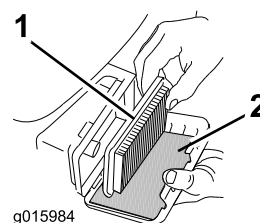

Figure 23
3. Retirez l'élément en papier et le préfiltre en mousse (Figure 23).